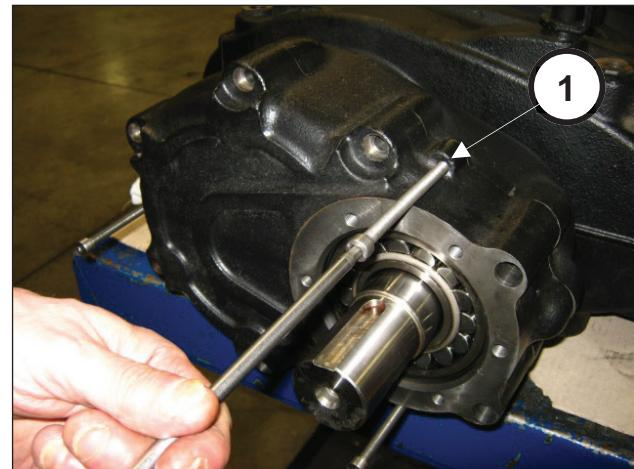
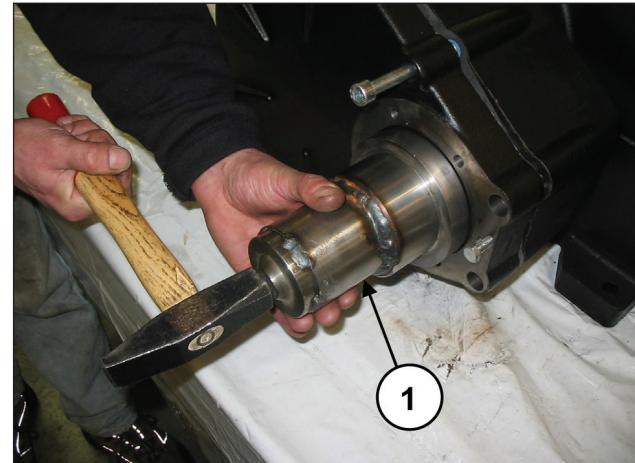

Рис. 8
Рис. 9
Затягивайте 3 резьбовых винта (поз. ①, Рис. 8), играющие роль съемников, и одновременно постукивайте по специальному инструменту (арт. 27887000), чтобы подшипник оставался на шестерне при снятии крышки (поз. ①, Рис. 9).